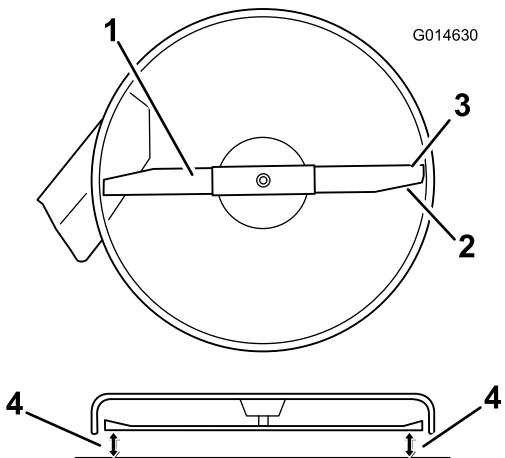

Figure 52
4. Faites pivoter la ou les lames avec précaution pour qu'elles soient toutes parallèles (Figure 52).
5. Mesurez la distance entre les tranchants extérieurs et le sol plat (Figure 52). Si les deux mesures diffèrent de plus de 5 mm (3/16 po), un réglage s'impose. Poursuivez la procédure.